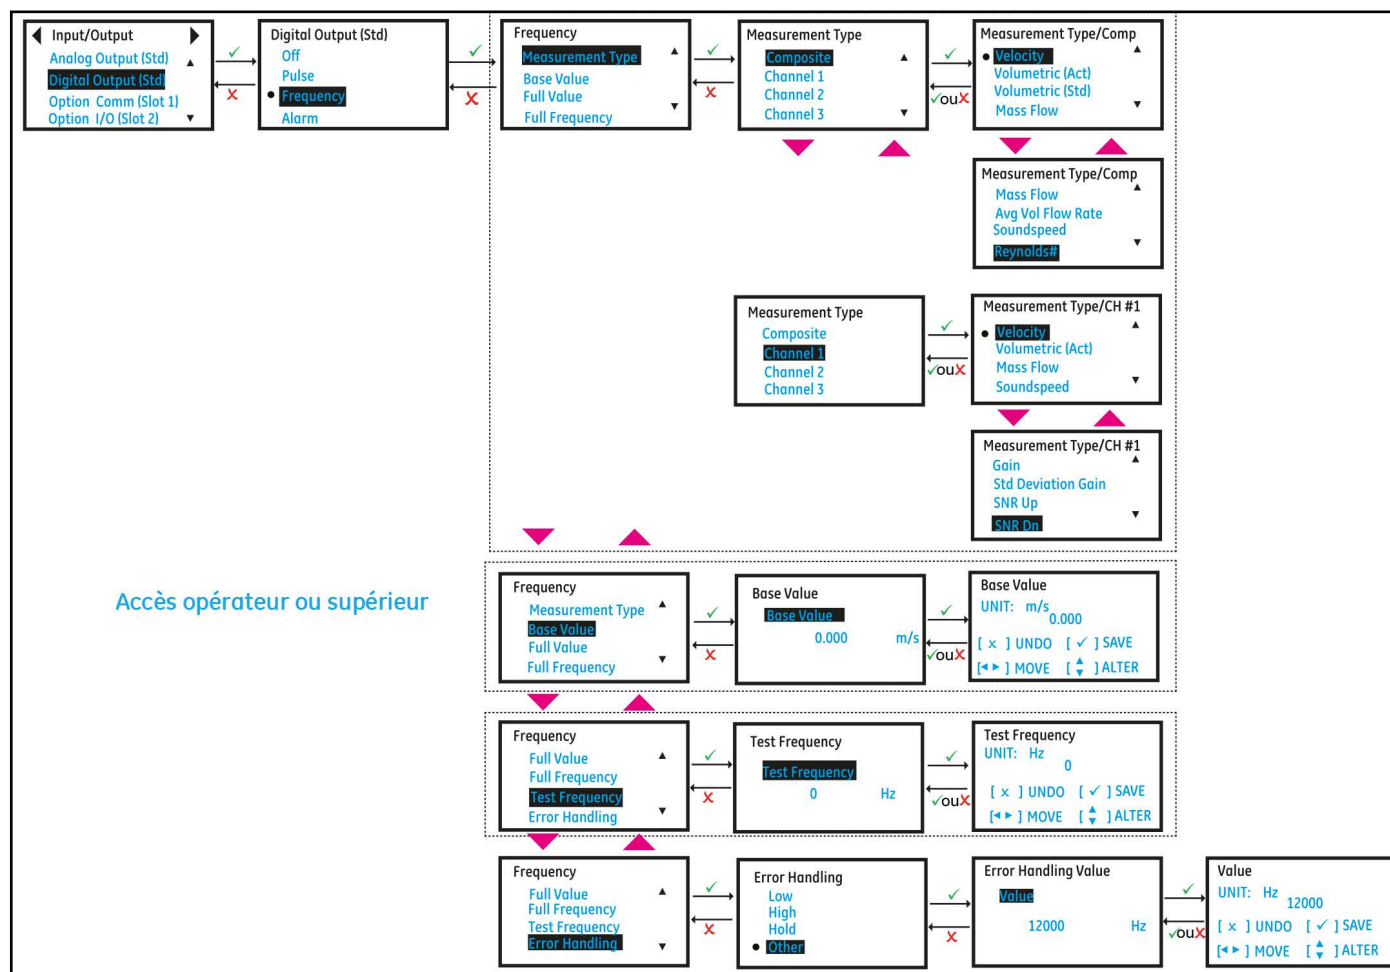

Figure 33 : Configuration de la sortie de fréquence
2. Configurez les options *Measurement Type* [Type de mesure], *Base Value* [Valeur de base], *Full Value* [Valeur complète], *Full Frequency* [Fréquence complète], *Test Pulse* [Impulsion de test] et *Error Handling* [Gestion des erreurs] en fonction de vos besoins. Vous trouverez *Figure 33* ci-dessous les options disponibles. Référez-vous également au *Tableau 10* ci-dessous pour comprendre chaque option.